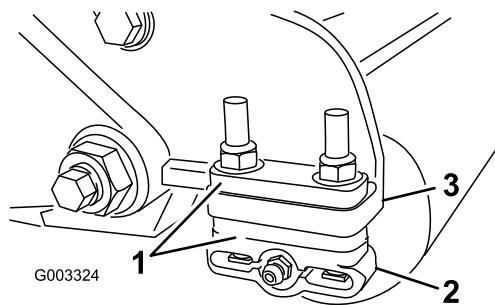

**Figura 19**
10. Verificate le prestazioni di taglio inserendo una lunga striscia di carta di verifica del taglio (n. cat. Toro 125-5610) tra il cilindro e la controllama, perpendicolarmente alla controllama (Figura 19). Ruotate **lentamente** il cilindro in avanti; questa operazione dovrebbe tagliare la carta.